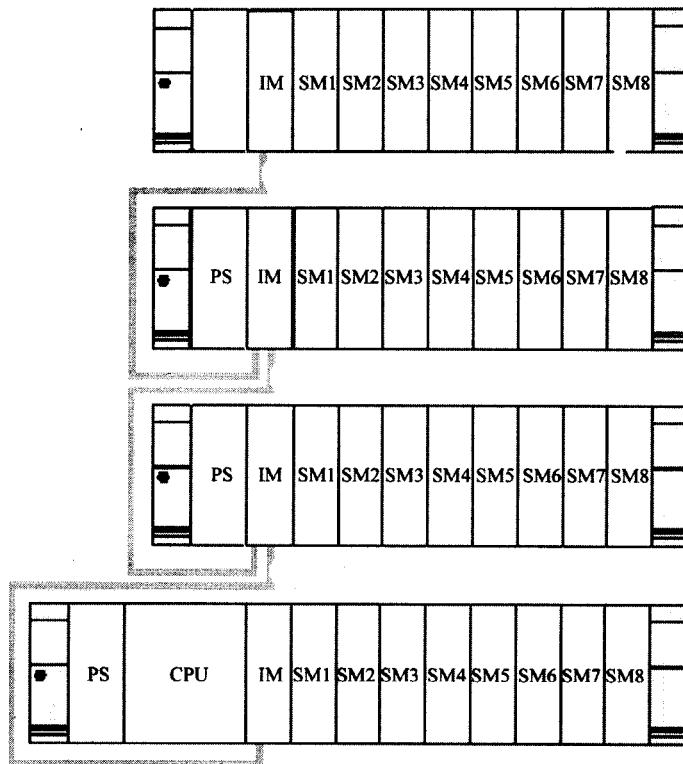

图 1-3 S7-300 的机架扩展
每个机架上最多可安装 8 个信号模板 (SM)，当需要的 SM 超过 8 个时，可以通过 IM365 (机架距离最近 1m) 或者 IM360/361 (机架距离最近 10m) 安装扩展机架。每个扩展机架上最多可安装 8 个信号模板，一个 S7-300 系统最多可安装 3 个扩展机架，最多可安装 32 个信号模板，如图 1-3 所示。